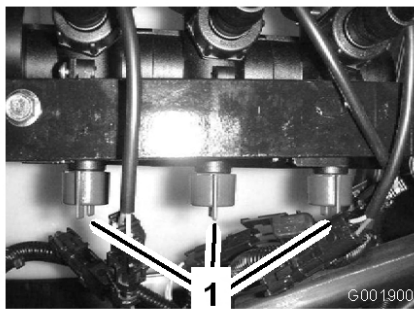

Figura 21
10. Ajuste la válvula de retorno del brazo que cerró (Figura 21), situada debajo de la válvula de control de ese brazo, hasta que la presión marcada en el indicador sea la misma que en el paso 7.